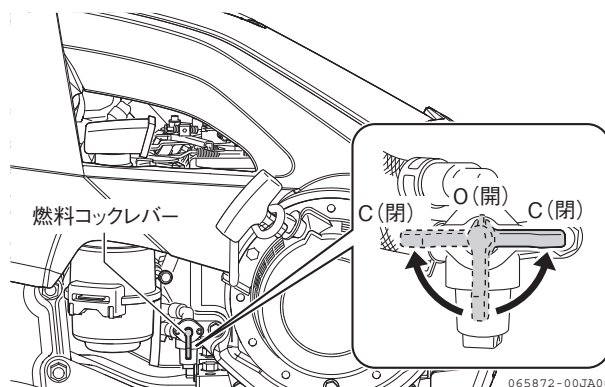

図 4-21 燃料コックレバー
1. 燃料コックレバーを「C (閉)」位置にします。(図 4-21)